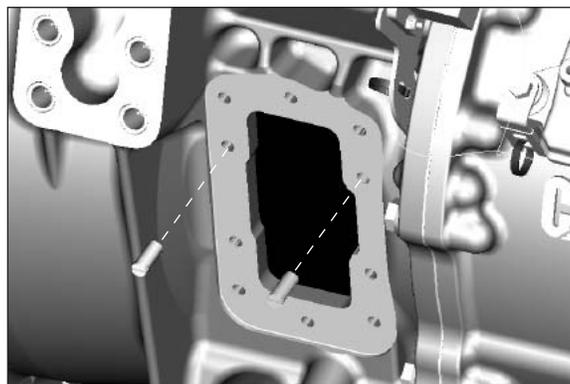

Fig. 3
3. Usando un cacciavite, installare i perni di guida finché non vanno in battuta (**fig. 3**) (vedere a pagina 39).